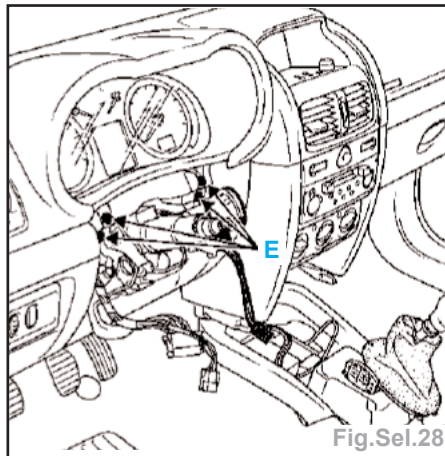

Fig.Sel.28
• les 3 vis de fixation de la demi-coquille inf. de volant (C),
• les 4 vis (E) (Fig.Sel.28).